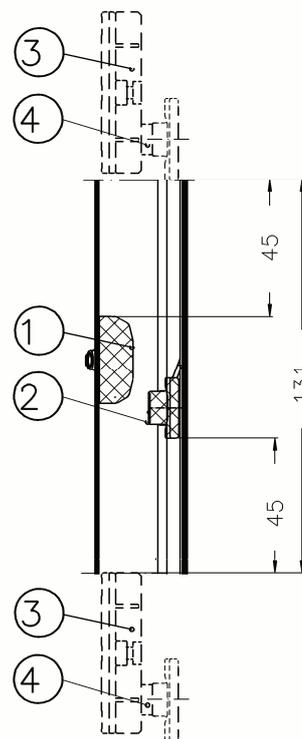

Bild 4. Platzbedarf im Fenster
Riegelstange wird nach den Beschlageinbau-Zeichnungen auf Länge gestanzt. Beachten Sie den Abstand des Magnetschalter (1) und Magnet (2) zu den Beslagteilen (3) und (4). (Bild 4)